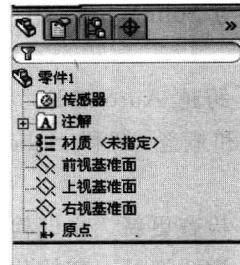

图 1-4 FeatureManager 设计树表
② 单击对话框中的“零件”选项后，再单击“确定”按钮，系统将开启一个新的零件文档窗口。如图 1-4 所示，在新零件文档窗口的 FeatureManager 设计树中，除显示要设计零件的注解、材质外，还显示系统预设的基准——前视基准面(XY 平面)、上视基准面(XZ 平面)、右视基准面(YZ 平面)及原点。